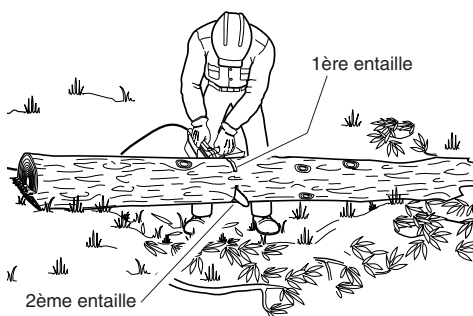

Figure 17 - Tronçonnage d'une bille soutenue aux deux extrémités
1. Faire la première entaille à partir du dessus de la bille. (voir la Figure 17.) Scier sur le tiers du diamètre de la bille. Cette entaille permet d'éviter la production d'éclats de bois.